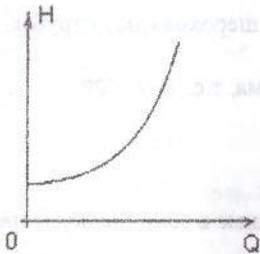

Рисунок 2 - Зависимость потребного напора от расхода при турбулентном автомодельном режиме;  $H_{\text{ст}} > 0$ , т.е.  $z_2 > z_1$
График потребного напора строим по зависимости (10) (рисунок 2). Очевидно, что для турбулентного режима в зоне шероховатого трения, т.е. при  $Re > \frac{500}{\varepsilon}$ , коэффициент Дарси  $\lambda$  не зависит от числа Рейнольдса, график является параболой (рисунок 2).